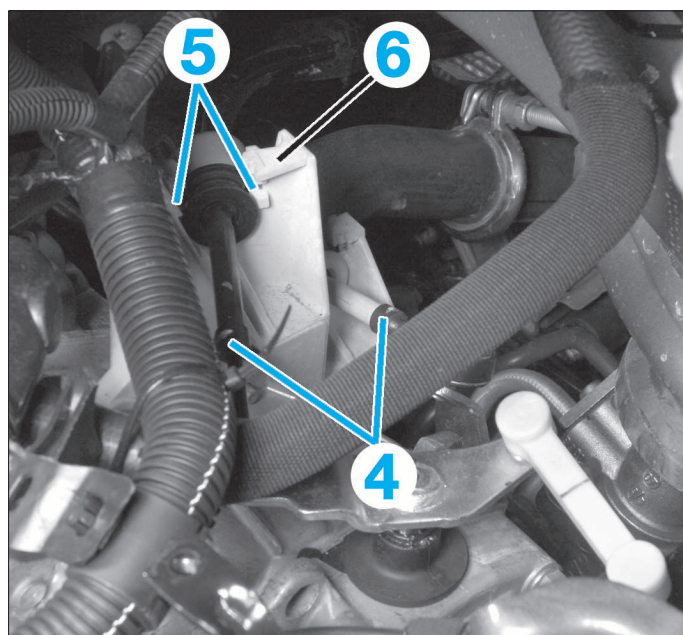

FIG. 2
- Déboîter les rotules des câbles de commande (4) de la boîte de vitesses à l'aide d'un extracteur adapté (Fig.2).